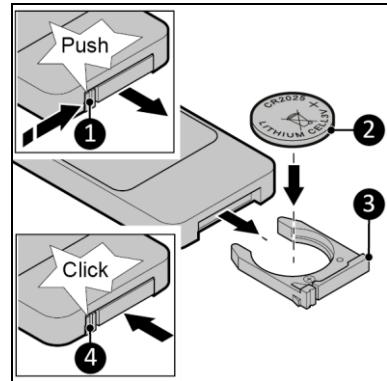

Figura 10
- Apăsați clapeta (Figura 10, poz. 1) și scoateți compartimentul bateriei (Figura 10, poz. 3) din telecomandă.
- Introduceți corect o baterie de tip CR2025, așa cum este indicat (Figura 10, poz. 2).
- Glişați compartimentul bateriei înapoi până când clapeta se fixează în poziție (Figura 10, poz. 4).